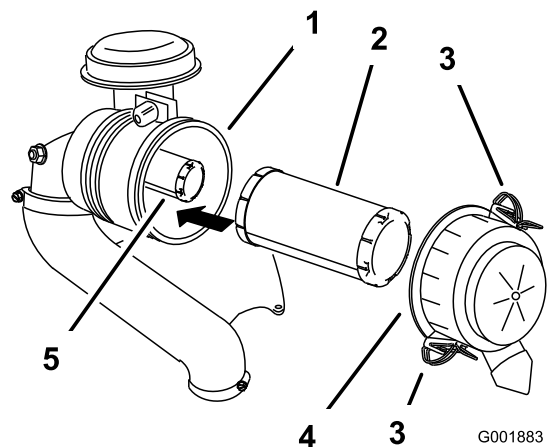

Figura 27
3. Liberte os trincos do filtro de ar e puxe a tampa para fora do corpo do filtro (**Figura 27**).
- Deslize suavemente o filtro principal para fora do corpo do filtro (Figura 27).
- Se substituir o filtro de segurança, empurre-o com cuidado para o corpo do filtro (Figura 27).
- Deslize cuidadosamente o filtro principal sobre o filtro de segurança (Figura 27).
- Instale a tampa do filtro de ar com o lado indicado como **up** virado para cima e aperte os trincos (Figura 27).